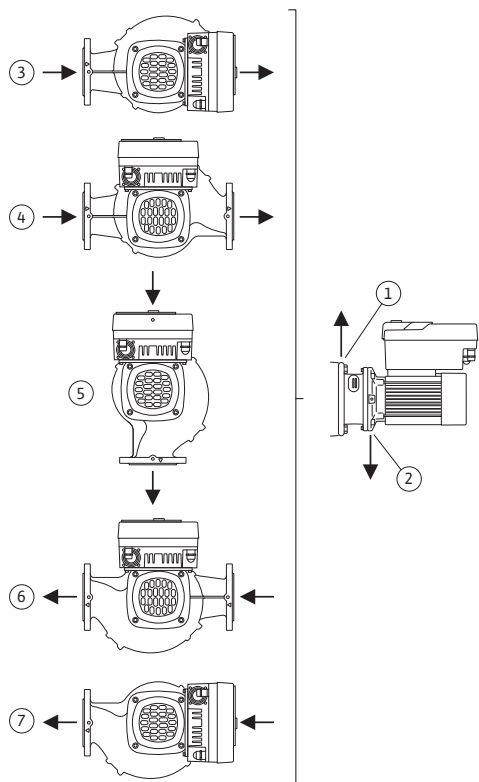

Fig. 9: Toegestane inbouwposities met horizontale motoras
De toegestane inbouwposities met horizontale motoras en elektronikamodule naar boven gericht (0°) zijn in Fig. 9 weergegeven.
Elke inbouwpositie behalve "Elektronicamodule naar beneden" (-180°) is toegestaan. De ontluchting van de pomp is alleen gewaarborgd als het ontluchtingsventiel omhoog wijst (Fig. 9, pos. 1).
Alleen in deze positie (0°) kan het condensaat gericht worden afgevoerd via aanwezige boorgaten, het pomplantaarstuk en de motor (Fig. 9, pos. 2).